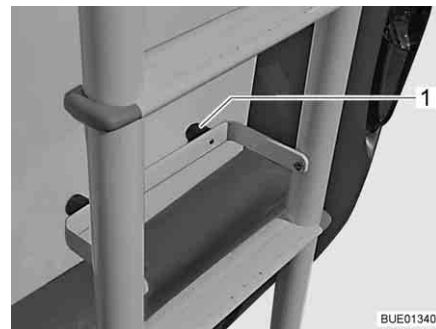

Fig. 3 Escada desdobrável, escada desdobrada para baixo
- Posicione o arco de proteção com as proteções de borracha (Fig. 3,1) contra a parte de trás do veículo.